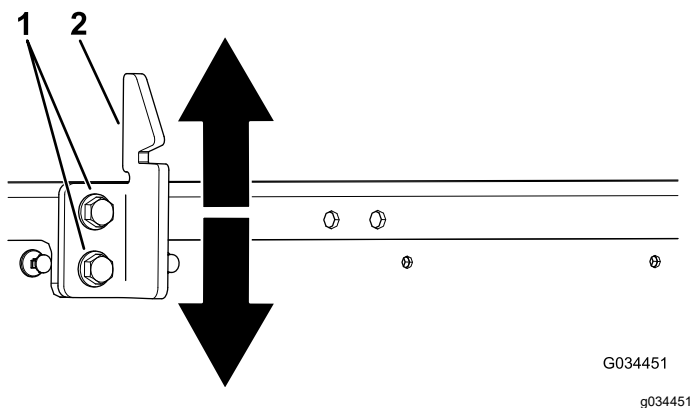

Figura 57
3. Slăbiți cele 2 uruburi de pe tiftul de blocare a platformei de încărcare și deplasați tiftul în sus sau în jos, în funcție de poziția prea ridicată sau prea coborâtă a acestuia (Figura 57).
4. Strângeți cele 2 uruburi de pe tiftul de blocare a platformei de încărcare (Figura 57).